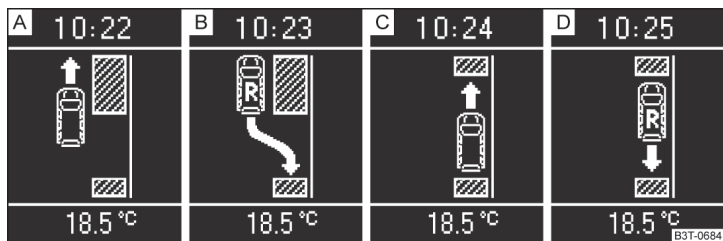

Fig. 149 Indicatoarele de pe afișaj
Când sistemul a recunoscut un spațiu de parcare adecvat, spațiul de parcare se afișează pe ecran » fig. 149 **A**.
- Continuați deplasarea înainte, până când pe ecran apare afișajul » fig. 149 - **B**.
- Dacă pe ecran clipește săgeata care indică spre înainte » fig. 149 - **C**, cuplați treapta 1 de viteză, respectiv aduceți maneta selectorului de viteze în poziția **D**.
- Dacă pe ecran clipește săgeata care indică înspre în spate » fig. 149 - **D**, cuplați din nou treapta marșarier, respectiv aduceți maneta selectorului de viteze în poziția **R**.